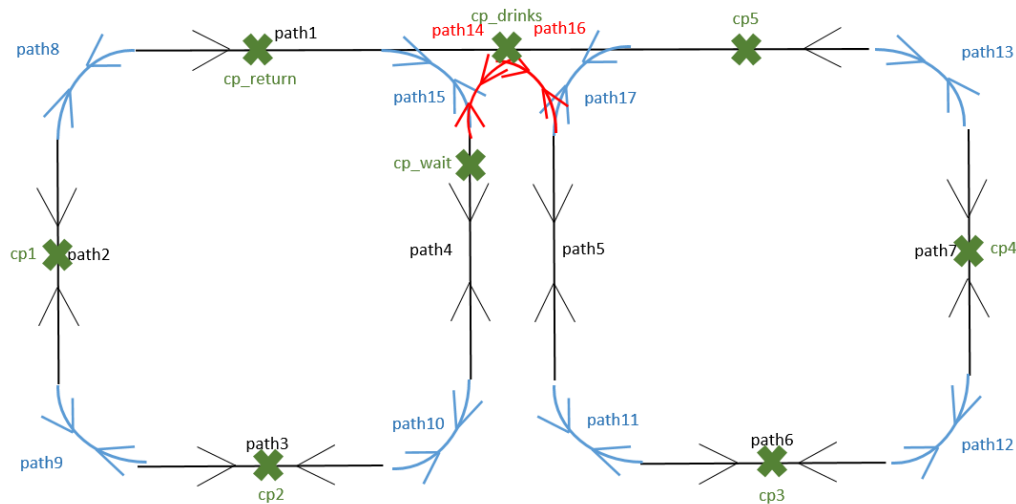

Abbildung 8.7: Layout des Path Mover Systems inkl. der Kontrollpunkte
Schritt 2: Die Kontrollpunkte entsprechend der Abbildung 8.7 platzieren.